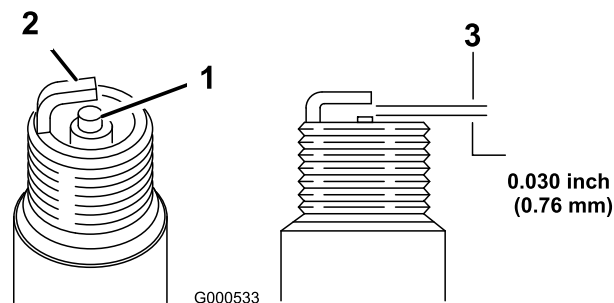

图27
11. 如 图27 所示将火花塞的空隙设定为 0.76mm。